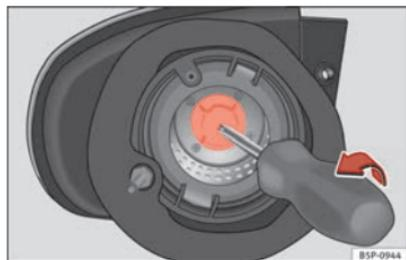

Fig. 193 Feux clignotants.
- Retirez la douille d'ampoule du clignotant à l'aide d'un tourne-vis dans le sens de la flèche ⇒ fig. 193.